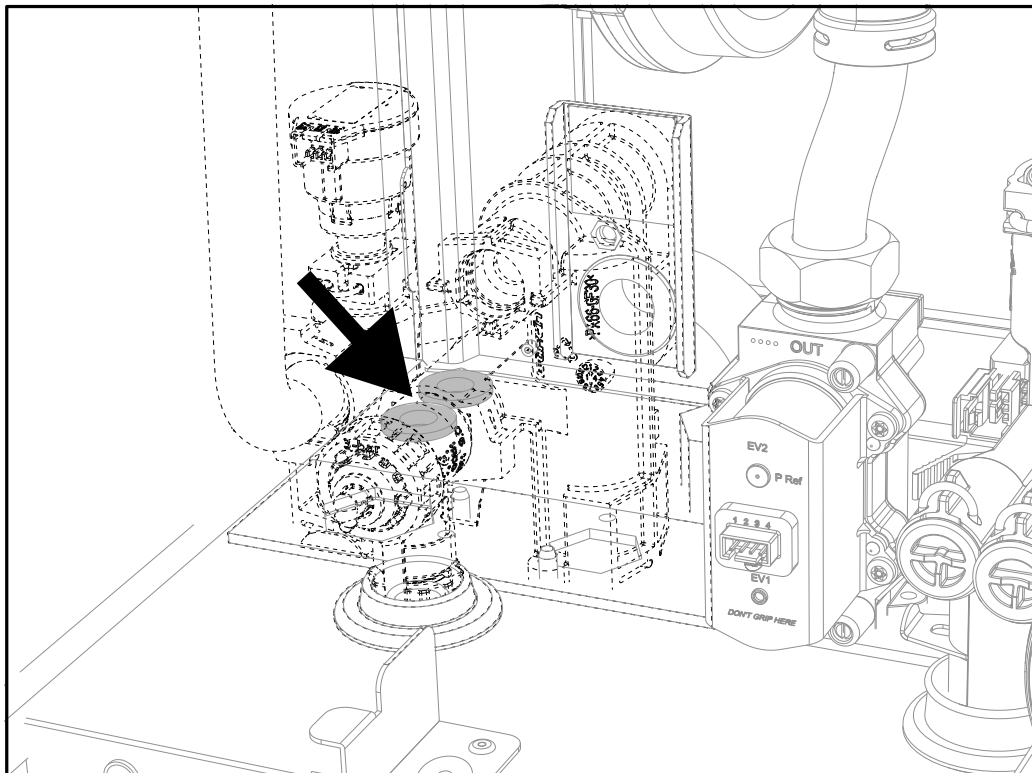
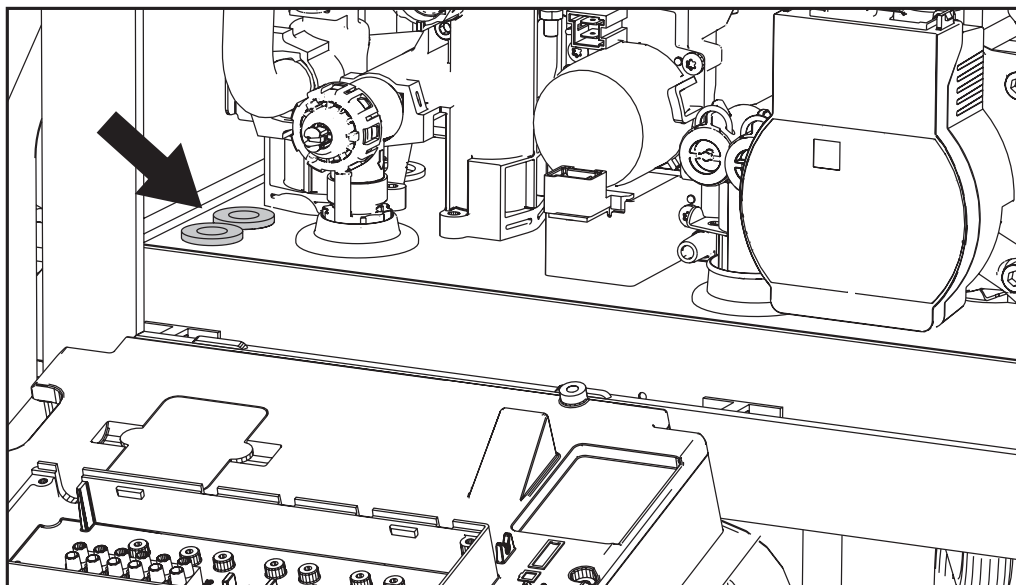

fig. 22 - Modello BLUEHELIX HITECH RRT
fig. 23 Modello BLUEHELIX TECH RRT
*Tutti i cavi delle connessioni elettriche alla morsetteria devono passare attraverso i passacavi in gomma posti dietro la scatola elettrica sul fondo della caldaia (fig. 22 e fig. 23).*